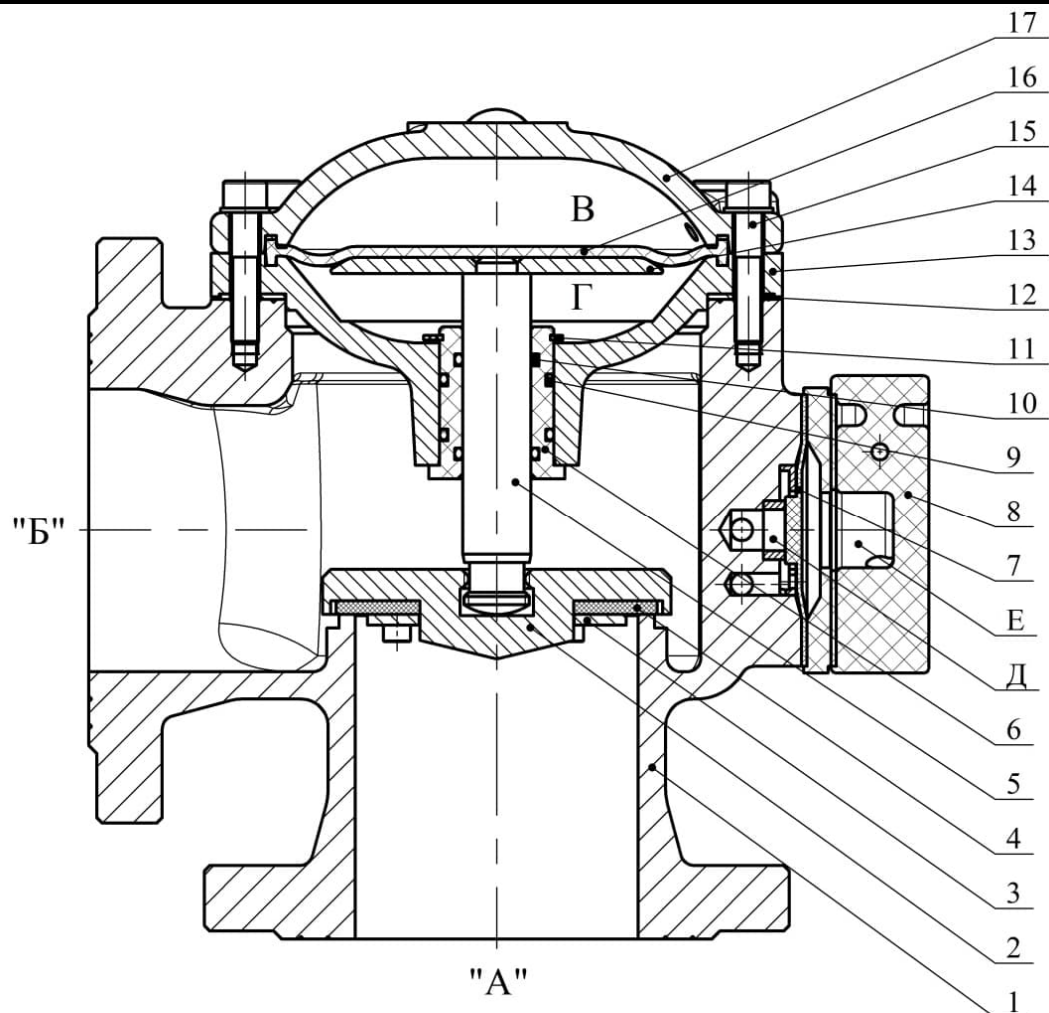
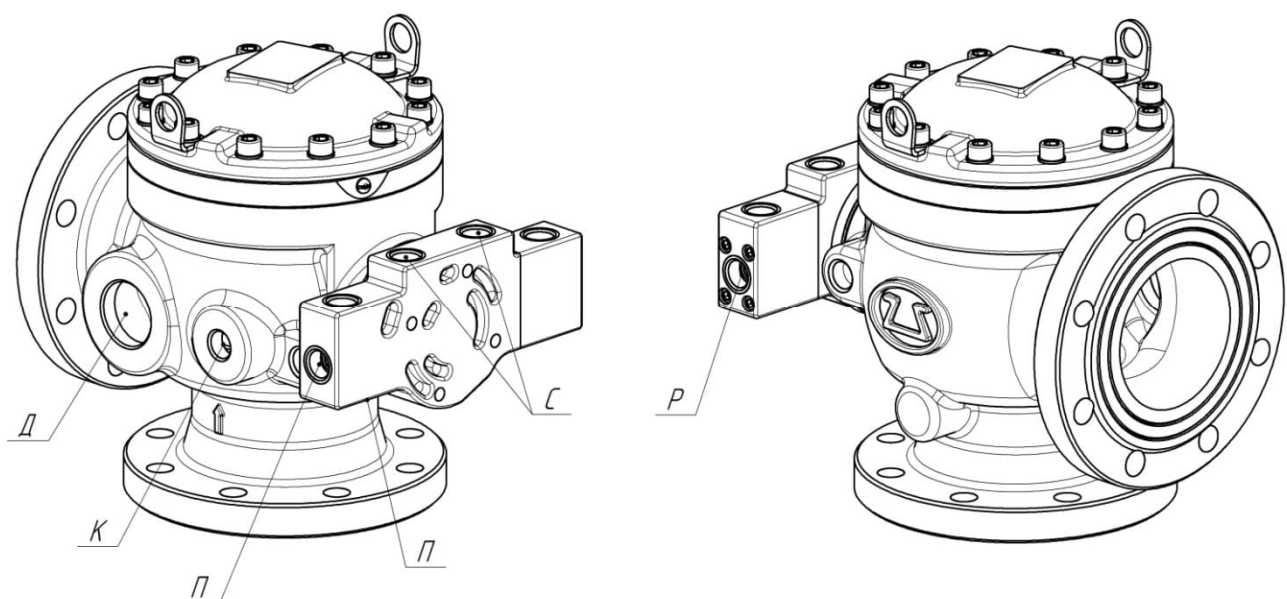

Рисунок 1 – Клапан мембранный универсальный КСД типа КМУ
Рисунок 2 – Клапан мембранный универсальный КСД типа КМУ. Общий вид
Клапан (рисунок 1; приложение И) состоит из корпуса 1 с входным «А» и выходным «Б» отверстиями, модуля 8, крышки 17, перегородки 13, соединенных с корпусом винтами 15. Между крышкой 17 и перегородкой 13 установлена мембрана 16, разделяющая рабочую камеру клапана на две полости В и Г и опирающаяся на опорный диск 14, закрепленный на штоке 5, который жестко связан с самоустанавливающимся затвором клапана, состоящим из клапана 2 и резиновой пластины 4, закрепленной при помощи диска 3. В корпусе 1 выполнена посадочная поверхность (седло), предназначенная для герметичного разделения полостей А и Б при закрытом затворе клапана. Герметичное соединение корпуса 1 и перегородки 13 обеспечивается прокладкой 12, а штока 5 и перегородки 13 – уплотнительными кольцами 10 установленными во втулке направляющей 6, которая закрепляется в перегородке 13 посредством кольца 11. Герметичность между втулкой 6 и перегородкой 13 обеспечивается кольцами 9. Корпус 1 и модуль 8 образуют побудительную камеру, разделенную мембраной 7 на две полости Д и Е. Полость В клапана связана каналом с полостью Д и рабочим отверстием «Р» (рисунок 2), предназначенным для подключения к рабочему трубопроводу для заполнения их рабочей средой и создания в них давления. Полость Д связана каналами с полостью Г и сигнальным отверстием «С», предназначенным для подключения сигнального устройства и дренажной линии. Полость Е через канал в модуле 8 связана с побудительным отверстием «П», предназначенным для подпитки побудительной линии через дросселирующее отверстие в канале отверстия «Р». Дренажное отверстие «Д», расположенное в полости Б, предназначено для быстрого слива огнетушащего вещества при техническом обслуживании.
5.16 Клапан обратный (КО2) находится внутри модуля 8 (рисунок 1) и препятствует сбросу давления в рабочей камере клапана при уменьшении давления в подводящем трубопроводе.